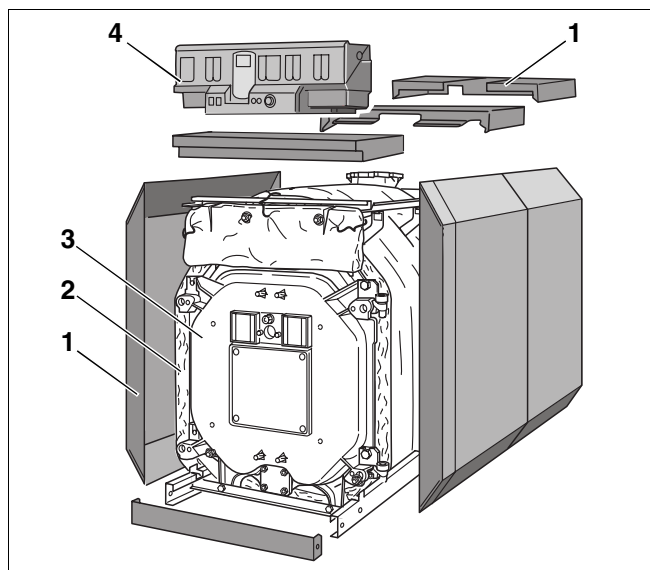
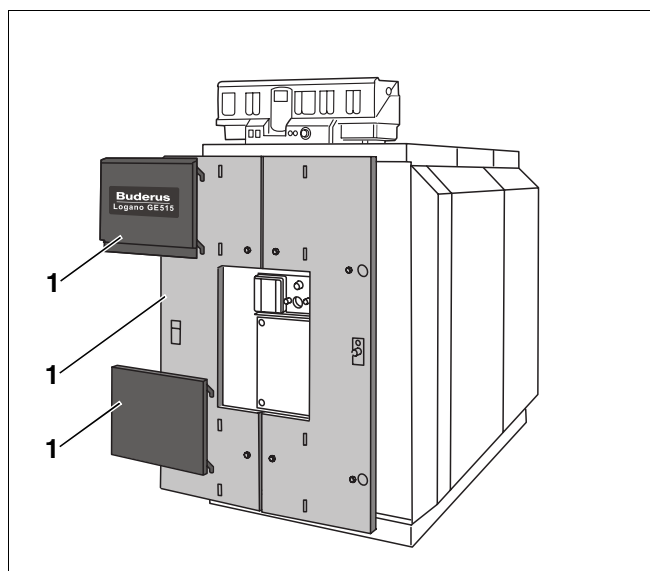

Fig. 1 Cazan special pe motorină / gaz Logano GE515
Fig. 2 Cazan special pe motorină / gaz Logano GE515
- Blocul cazanului (fig. 1, **poz. 3**).
- Mantaua cazanului (îmbrăcămintea fig. 1 și fig. 2, **poz. 1**), izolația termică (fig. 1, **poz. 2**).
- Aparatul de reglare (fig. 1, **poz. 4**).